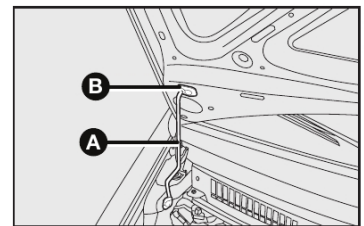

fig. 104
4) introduzir a extremidade da vareta **A** na abertura **B** do capô do motor fig. 104.
- 1) manter levantado o capô com uma mão e, com a outra, tirar a vareta **A**-fig. 104 da abertura **B** e repô-la no seu dispositivo de bloqueio;